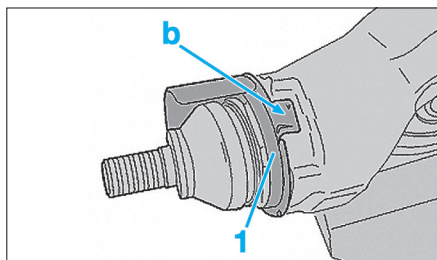

Fig. 27
• Engager la tôle (1) (Fig.27) neuve sur le corps de la rotule.